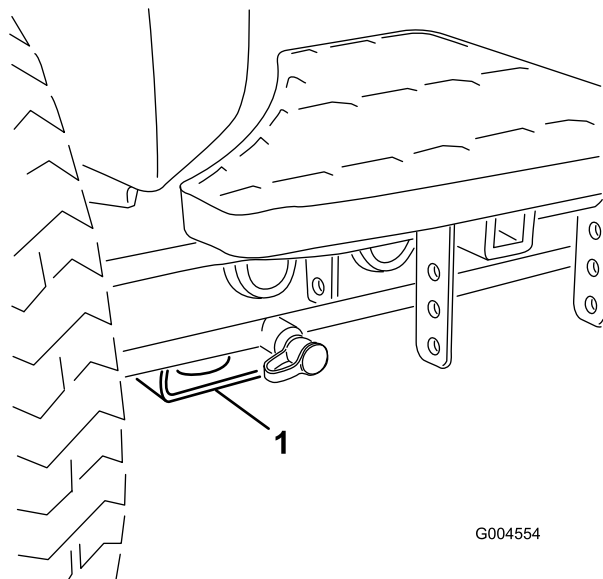

Figura 43
- Delantero – bloque rectangular, debajo del tubo del eje, al interior de cada rueda delantera (Figura 43).